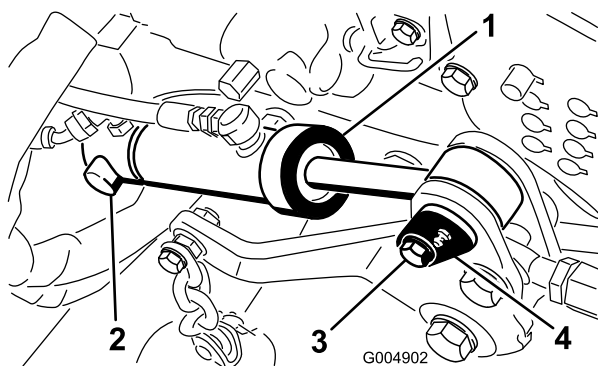

Figura 13
9. Instale el extremo trasero del cilindro de elevación de la plataforma sobre el pasador de giro y sujételo con el anillo de retención (Figura 13).
10. Sujete el extremo delantero del cilindro de elevación al bastidor del cortacésped con el pasador cilíndrico y el tornillo (Figura 13).